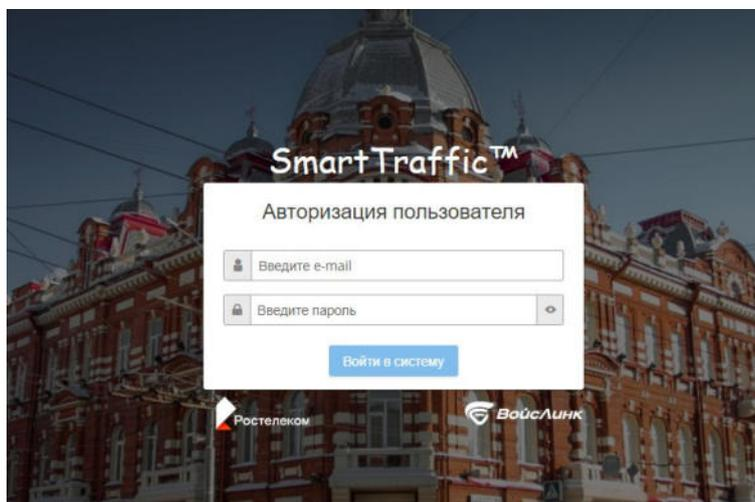

Рисунок 1 – Окно аутентификации пользователя
3. ПоявАСУДДя всплывающее окно для аутентификации пользователя (рисунок 1).